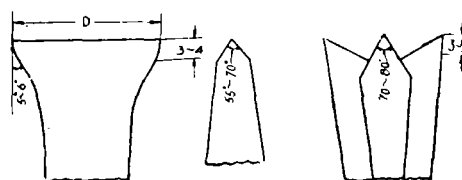
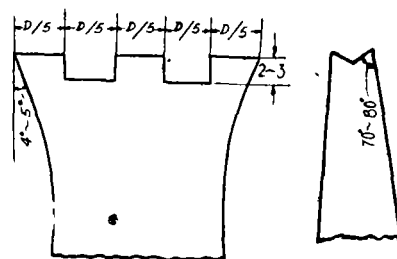

图1 普通一字形钎头
图3 齿形钎头
1. 在坚硬的岩石中,凹形钎头(如图4)及齿形钎头(如图3)較之一字形钎头(如图1),穿孔速度約提高40%—55%左右。